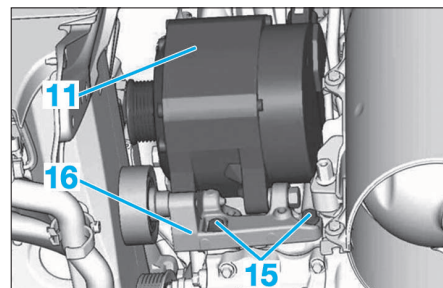

FIG. 18
- Déposer la vis (10) et desserrer la vis (12).
- Extraire l'alternateur (11) par la cassette de refroidissement.
- Si le véhicule n'est pas équipé de la climatisation, déposer la vis de fixation (15) (Fig.18).